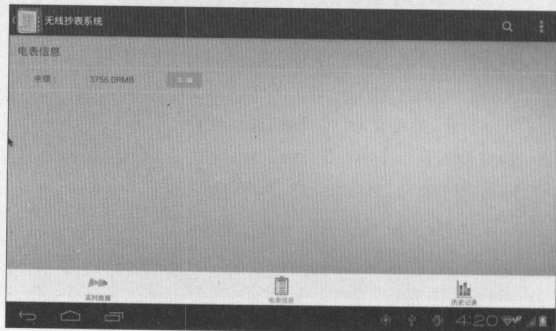

图 4.57 充值缴费模块
(5) 滑动或单击切换至 “电表信息” 页面, 显示当前余额, 还可以单击 “充值” 按钮进行缴费, 如图 4.57 所示。